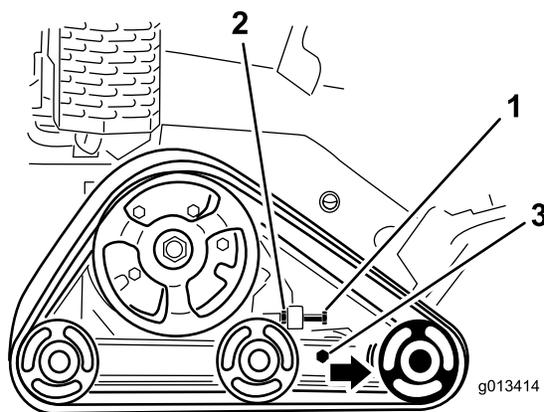

図 45
3. クローラのテンションボルトとテンションアームのクランプボルトのジャムナットをゆるめる 図 45。
4. テンションボルトを  $32.540\text{N}\cdot\text{m}$   $3.34.2\text{kg}\cdot\text{m} = 2430\text{ft}\cdot\text{lb}$  にトルク締めする 図 45。
4. テンションボルトとジャムナットをゆるめる 図 45。
5. クランプボルトをゆるめる 図 45。